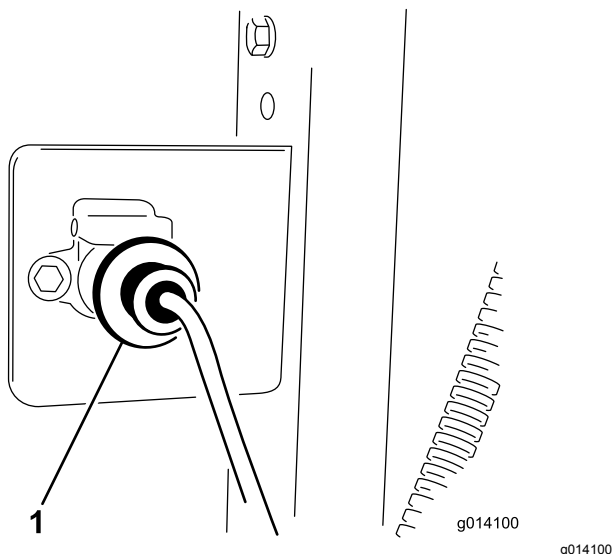

図 10
3. ワイヤハーネスのソケットをブラケットに固定するボルト 1/4 x 1"2本とナットを使用する 図 10。
5. ベースユニットのワイヤハーネスを牽引車両のワイヤハーネスに接続する 図 10。コネクタは、牽引車両に取り付けた油圧ホースの間にある。